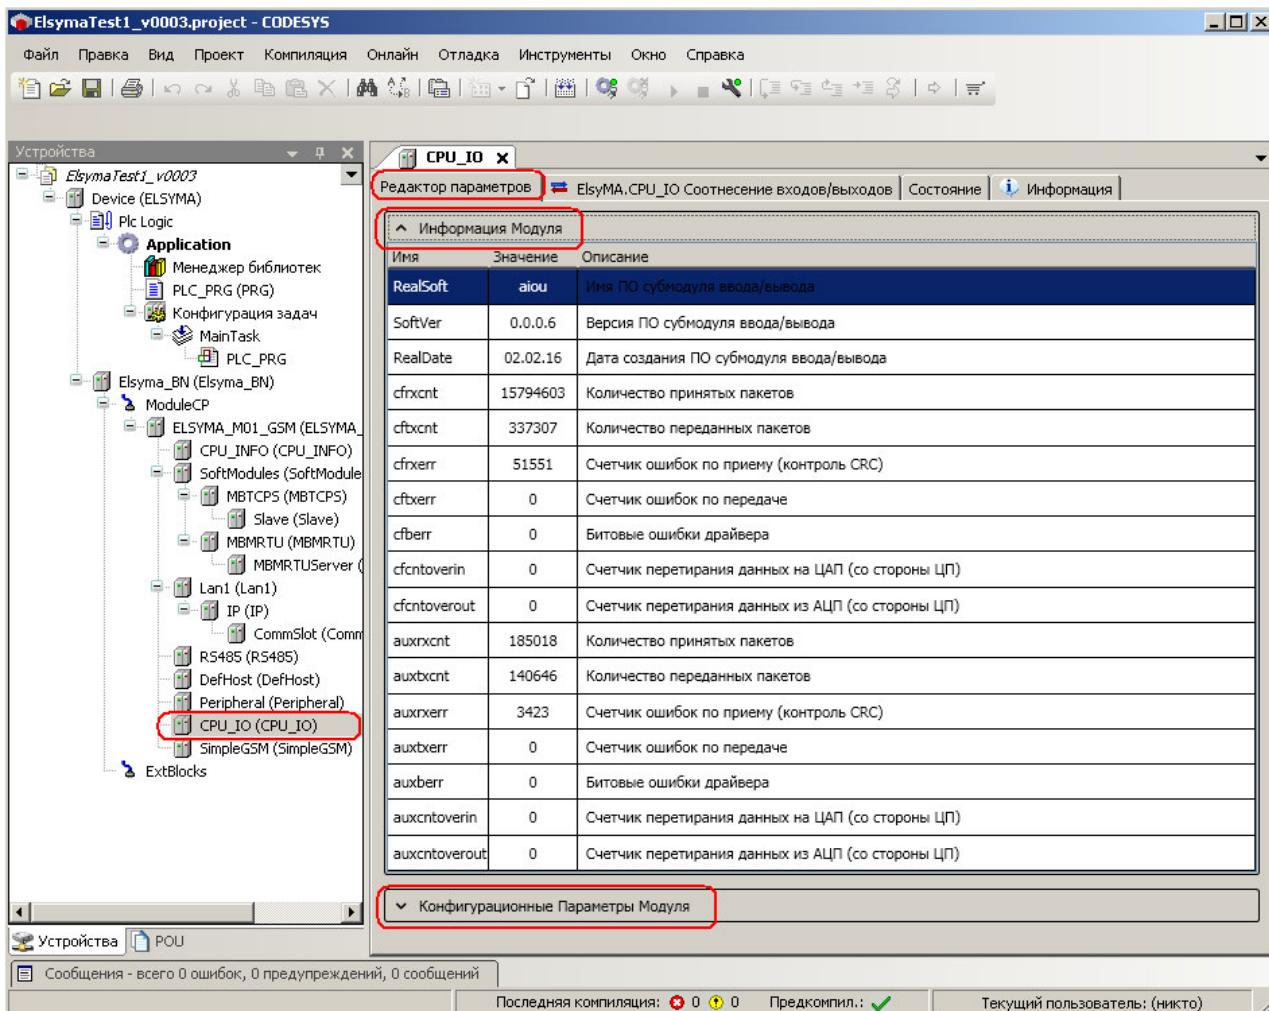

Рисунок 3.88 – Контроллер Элсима. Настройка каналов входа-выхода
- 2 Перейти на закладку **Редактор параметров** (рисунок 3.88).